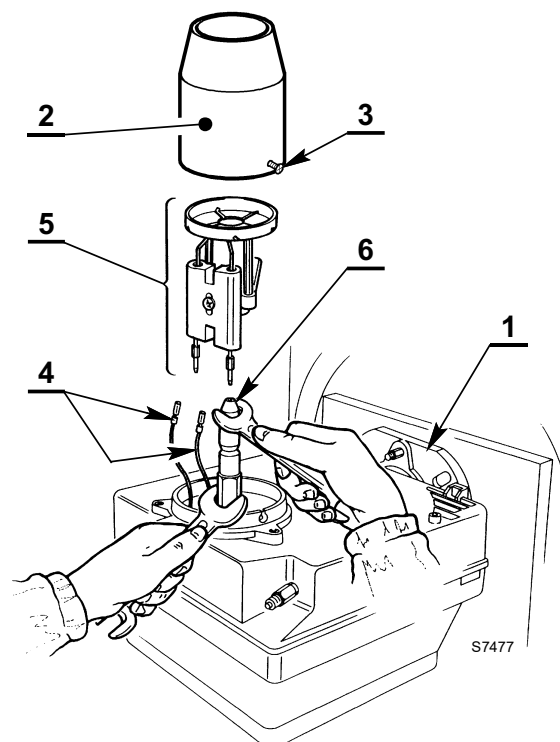
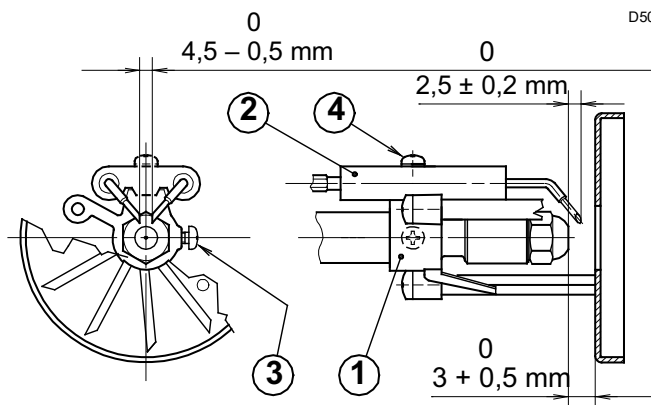

Abb. 12
Abb. 15
- Den Brenner an den Flansch (1) hängen, das Brennerrohr (2) abnehmen, nachdem man vorher die Schrauben (3) gelockert hat.
- Die Zündkabel (4) von den Elektroden abziehen, den Stauscheibenhalter (5) vom Düsenstock herausnehmen, nachdem die Befestigungsschraube (3) gelockert wurde.
- **Die Düse (6) richtig anschrauben, wie in der Abb. 12 dargestellt.**
- Öldüse austauschen (Abb. 12, auf Seite 9) und die korrekte Stellung der Elektroden überprüfen (Abb. 15, auf Seite 10).